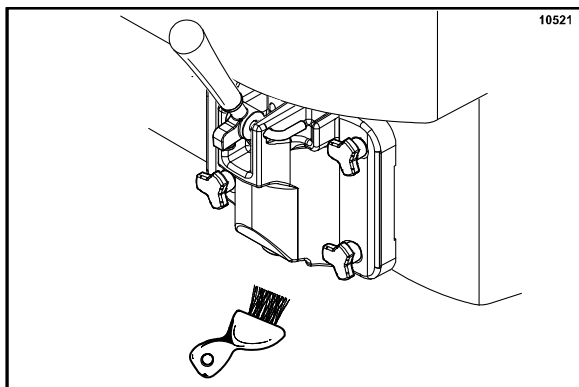

Abbildung 40
2. Mit einer kleinen Menge Desinfektionslösung zum Gerät zurückkehren. Die Zapfauslassbürste in die Desinfektionslösung tauchen und den Zapfauslass und die Unterseite des Zapfventils säubern. (Siehe Abbildung 40.)